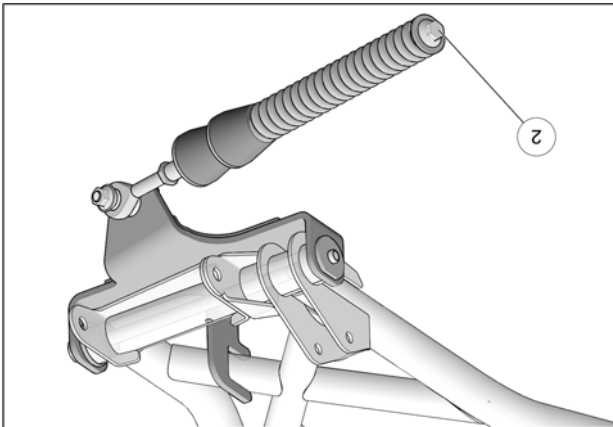

Fig. 11
11. Vérifier que le boulon du ressort (2) est serré au couple recommandé : 75 N•m [55 lb•pi]. Voir Fig. 11